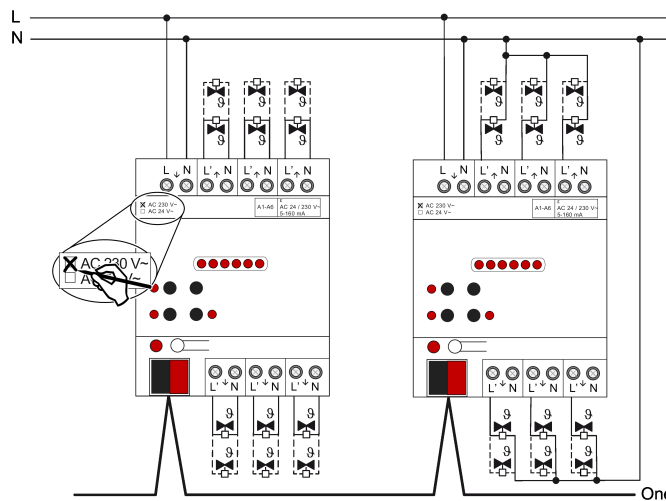

рисунок 3: Подключение сервоприводов 230 В перем. тока (примеры подключения)
- Подключите сервоприводы 230 В перем. тока согласно схеме подключений (см. рисунок 3). Нейтральные провода сервоприводов могут быть подключены либо непосредственно к N-клеммам выходов исполнительного элемента отопления (пример подключения слева), либо, в качестве альтернативы, вместе с соответствующим N-потенциалом (например, N-